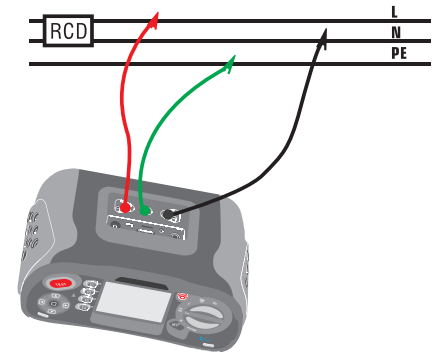

Abbildung 15 RCD Mess- und Testleiteranschluss
- 4- Messleitungen gemäß Abbildung 15 anschließen
- 4- Messleitungen wie in Bild 15 dargestellt anschließen